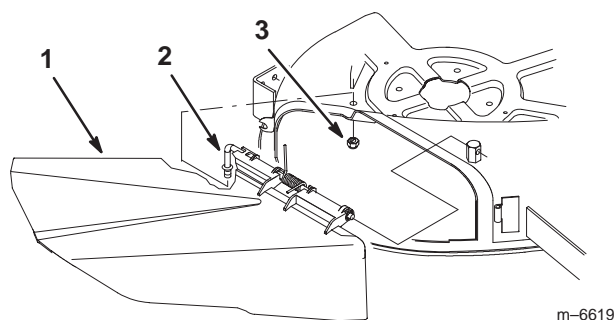

Figure 9
2. Retirez l'écrou de fixation de la tige de pivot et du déflecteur sous le plateau de coupe (Fig. 9).
3. Retirez la tige de pivot et le déflecteur du plateau de coupe (Fig. 9).